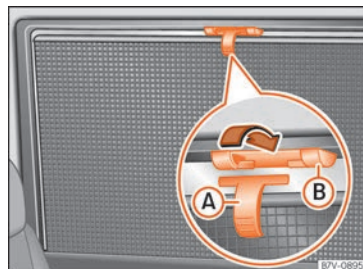

Fig. 147 Dans la fenêtre arrière droite : stores.
- Tirez complètement sur le store grâce à la poignée »» fig. 147 (A) vers le haut.
- Accrochez la tige de fixation par les deux œillets dans les logements prévus à cet effet (B). Vérifiez que le store baissé est fixé de manière sûre dans les logements prévus à cet effet (B).
- Pour ranger le store, décrochez-le d'en haut et baissez-le manuellement »» ①.